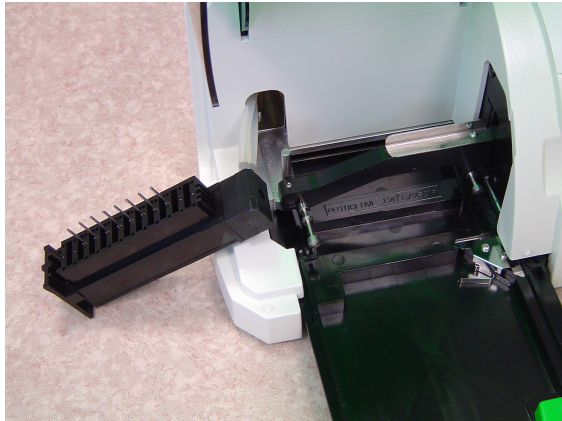

図 1
2. プレートキャリアを取り外す際、マニホールドニードルの損傷を防ぐため、(チューブは外さずに) マニホールドを持ち上げて、機器の左側にひっくり返して置きます (図 1)。ニードルをぶつけないように注意してください。